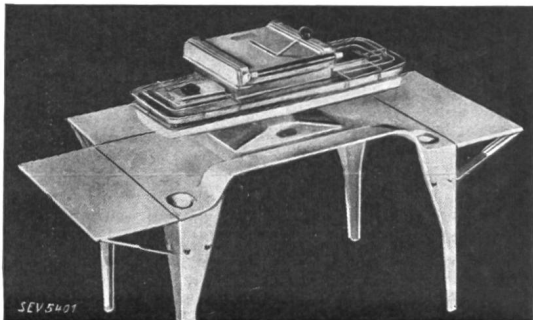

Fig. 51.
3. *Bügelmaschinen.* Ausser den bekannten Bügelmaschinen mit walzenförmigem Heizelement ist eine von der G. E. Co. herausgebrachte Maschine mit flachem Heizkörper neu auf dem Markt (Fig. 51) erschienen. Sie soll für mehr Arbeiten gebraucht werden können als die Maschinen alter Bauart und die Wäsche schonender behandeln (Knöpfe werden weniger zerdrückt als beim mangelhaften Betrieb).